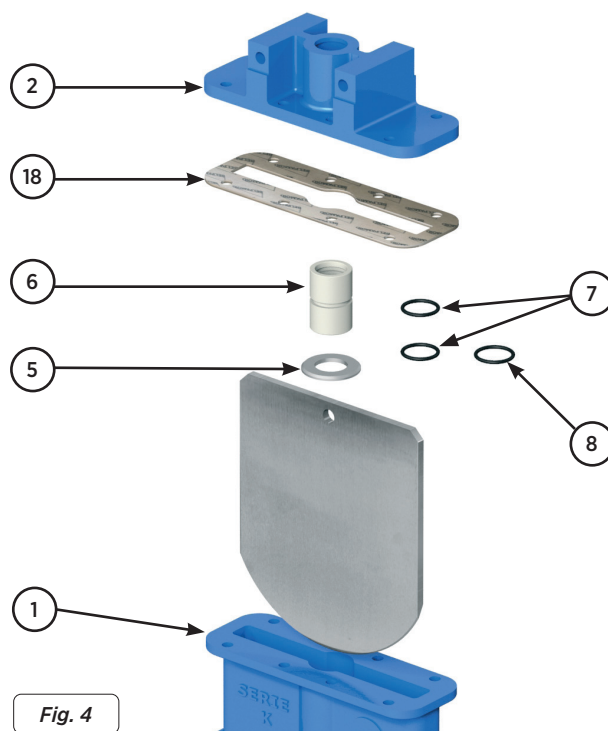

Fig. 4
Este revestimento (fig. 4) obtém a estanqueidade introduzindo um casquilho entre o corpo e a haste; este casquilho (6) faz barreira com a tampa (2) pela parte superior e com uma anilha (5) pela parte inferior; além disso, possui duas juntas interiores (7) em contacto com a haste e outra exterior (8) em contacto com o corpo (1), para obter a estanqueidade.